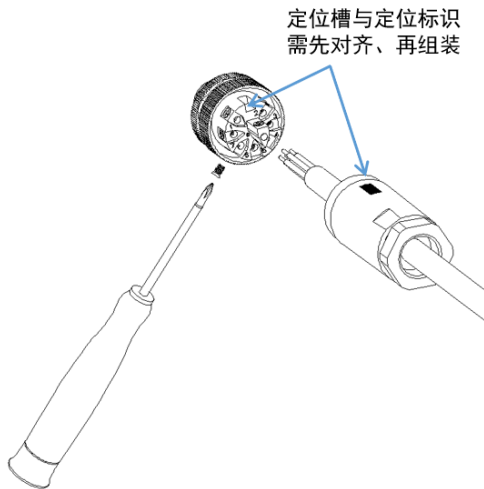

图 7-10-2
- Step 2: 将自备线缆穿过尾壳，用剥线钳将线缆的绝缘层剥除合适的长度，按照引脚定义，采用小型十字螺丝刀将线缆接线完成，如图7-10-2/7-10-3。